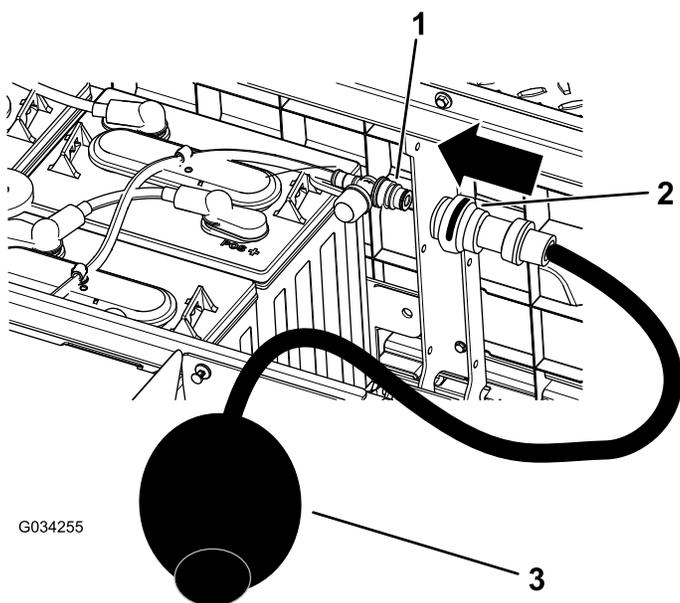

Figura 39
4. Collegate la vostra pompa manuale Toro al foro di riempimento dell'acqua (Figura 39).